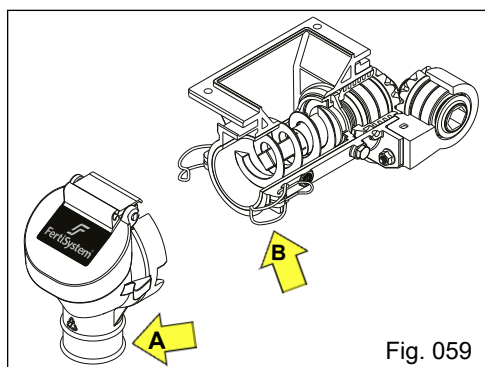

Fig. 059
a) Desmonte o bocal "A", através do engate rápido "B" (Fig. 059).